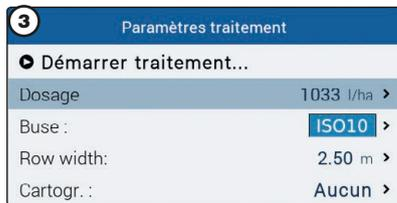

Fig. 167
- 3 Vérifiez les **Paramètres traitement** en Fig. 167 ; les modifier si nécessaire.